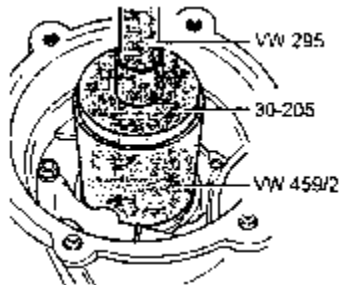

图 7-176 装入小齿轮轴的油密封圈
(4) 将传动小齿轮轴的油密封圈敲到底，如图 7-176 所示。装入密封圈，不要在密封唇缘上加油或油脂，密封圈的凸肩（内）朝向驻车锁止齿轮。